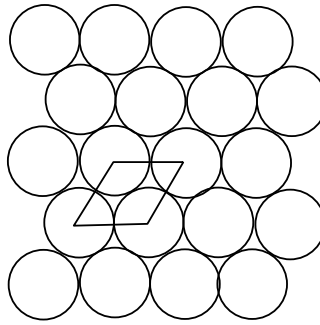
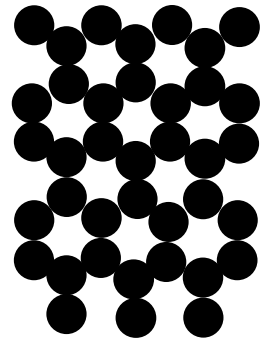

Figure 1 : plans formés par les atomes de zirconium
Figure 2 : plans formés par les atomes de bore
- 1) Dans le borure de zirconium, les atomes sont organisés suivant une alternance de **plans compacts** d'atomes de zirconium, où la figure de base est un losange (figure 1), et de plans d'atomes de bore où les atomes en contact avec trois autres atomes forment des hexagones réguliers (figure 2).
- a) Représenter la maille de borure de zirconium (on prendra comme maille un prisme droit à base losange, le losange étant celui dessiné figure 1 ; on appellera a le côté du losange et c la hauteur du prisme).